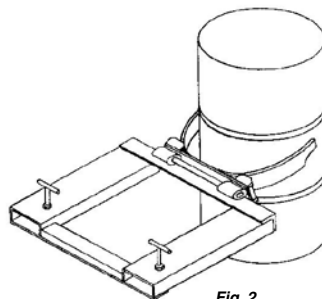

Fig. 2
6. Bevæg enheden fremad mod tromlen, og sænk langsomt kæberne imens. Kæberne åbner og lukker sig omkring tromlen (fig. 2).